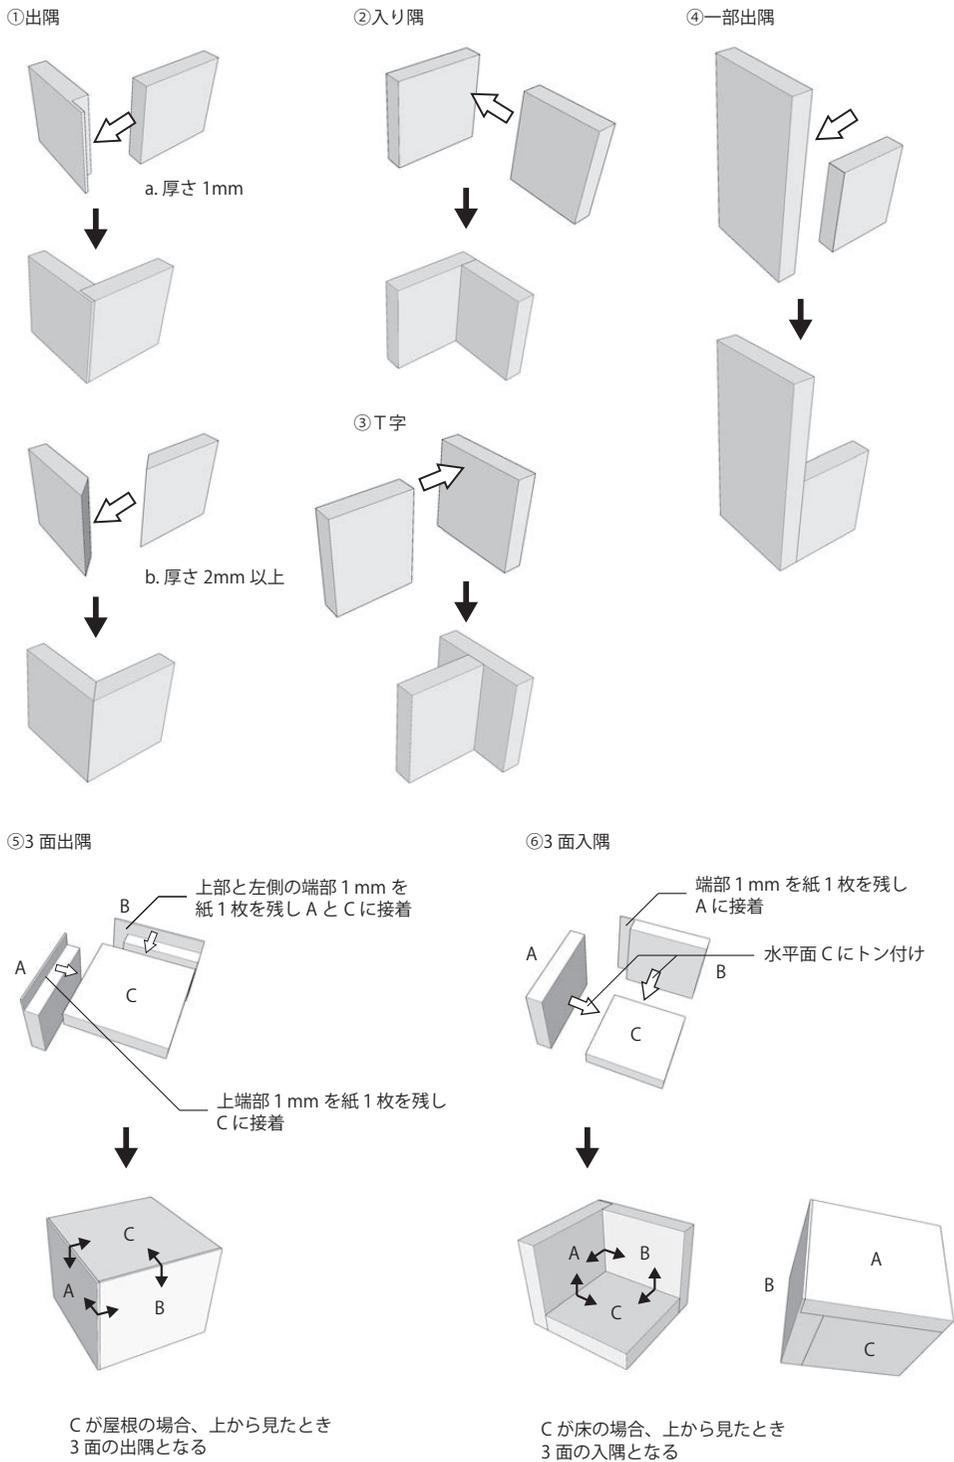

図 3 角の定義と模型作成における角の処理
- ①出隅……厚さ1 mmのスチレンボードの場合、片方の端部1 mmを紙1枚を残してスチレンを取り除き、L字となった部分に他方を接着する（図3-①a）。厚さ2 mm以上スチレンボードの場合、両方の端部をスチレンボードの厚みの幅で45度に斜めカットし接着する（図3-①b）
- ②入り隅……片方のスチレンボードの断面を直接他方の端部に直接接着（トン付け）する（図3-②）
- ③T字……乗り越す面に他方のスチレンボードの断面をトン付けする（図3-③）
- ④一部出隅……T字として処理する（図3-④）
- ⑤ 3面出隅……陸屋根のように3面が出隅となる場合、2面の壁は片方の横端部1mmを紙1枚を残し接着する。屋根となる水平面は、2面の壁の上端部1mmを紙1枚残し接着する（図3-⑤）
- ⑥ 3面入隅……ベランダ床のように3面が入隅となる場合、壁となる2面は片方の横端部1mmを紙1枚を残して接着する。床となる水平面は、2面の壁にトン付けする（図3-⑥）